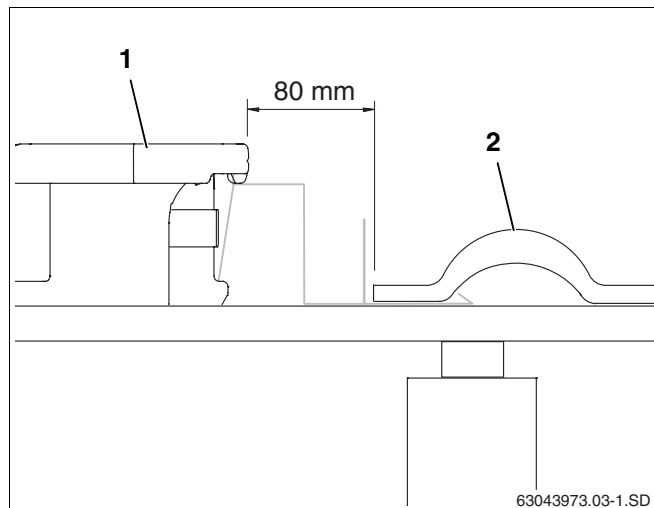

Рис. 22 Укладка и крепление первого коллектора
- Первый коллектор (рис. 22, поз. 1) должен встать в крепление от сползания на расстоянии 80 мм от крайней (возможно, вырезанной) черепицы (рис. 22, поз. 2).